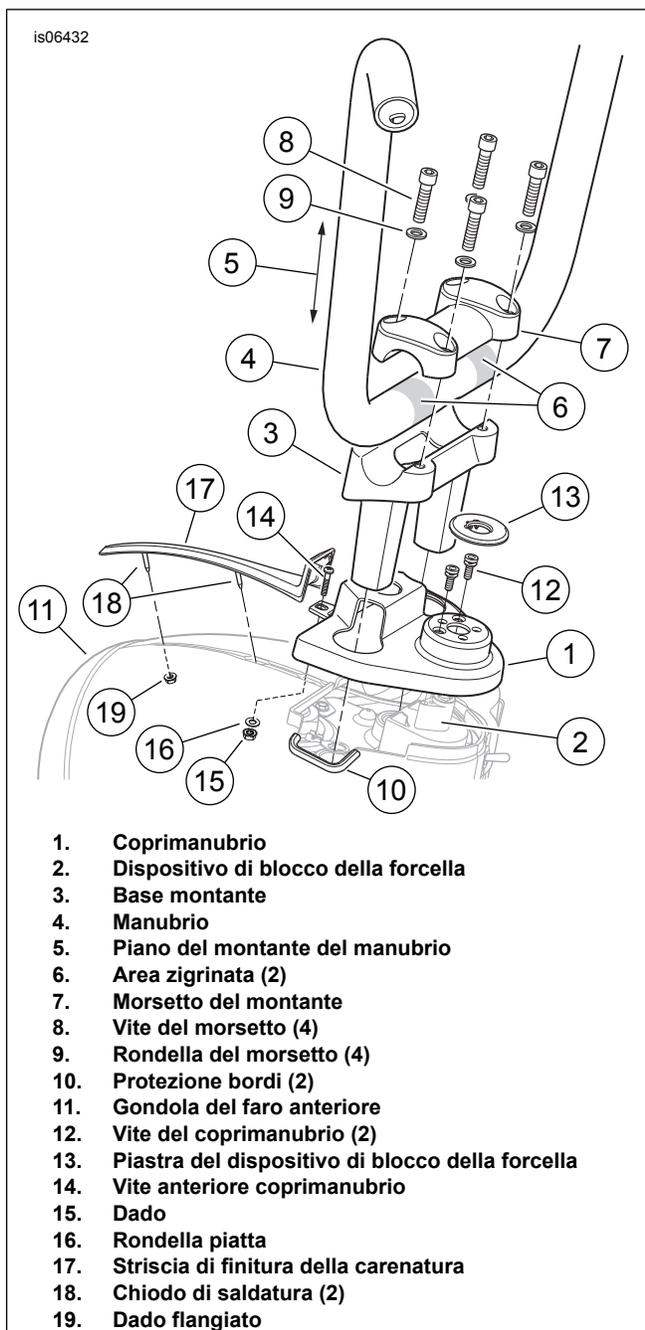

Figura 8. Configurazione montante manubrio FLHR Ape
- b. **Modelli Road King:** vedere Figura 8 . Posizionare il coprimanubrio (1), orientato come mostrato, sopra il dispositivo di blocco della forcella (2).
- c. Inserire gli steli della base del montante (3) attraverso i fori nel coprimanubrio e fissare il montante con i bulloni di montaggio rimossi in precedenza. Non serrare ancora del tutto in questo momento.
- Vedere Figura 8 Per evitare possibili danni al tubo del freno, verificare che le protezioni dei bordi (10) rimangano installate sui bordi interni della gondola del faro anteriore (11). Se mancante, rotte o danneggiate, sostituire le protezioni dei bordi.
- Vedere Figura 8 Fissare il **nuovo** coprimanubrio (1) al meccanismo del dispositivo di blocco della forcella (2). **Per i modelli per l'America del Nord e per il mercato internazionale del 2014 e anni successivi:** utilizzare le due viti a testa piatta (12) rimosse in precedenza. Serrare le viti a testa piatta. **Per i modelli del 2013 e anni precedenti per Australia, Brasile, Inghilterra, Europa e Giappone:** utilizzare due **nuove** viti speciali (codice parte H-D n. 2935A, acquistate separatamente). Serrare le viti (12) fino a quando le teste staccabili si staccano.
- Premere la piastra originale di blocco della forcella (13) in posizione sul coprimanubrio.
- Inserire la vite (14, rimossa in precedenza) nel foro sulla parte anteriore del coprimanubrio e sopra la gondola del faro anteriore (11). Raggiungere l'interno della gondola e installare il dado (15) e la rondella piatta (16) sulla filettatura della vite. Serrare.